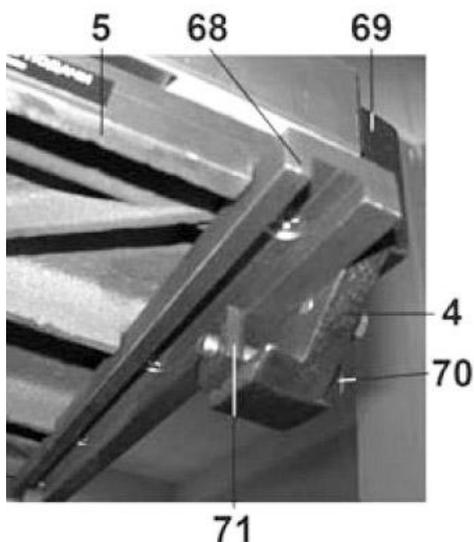
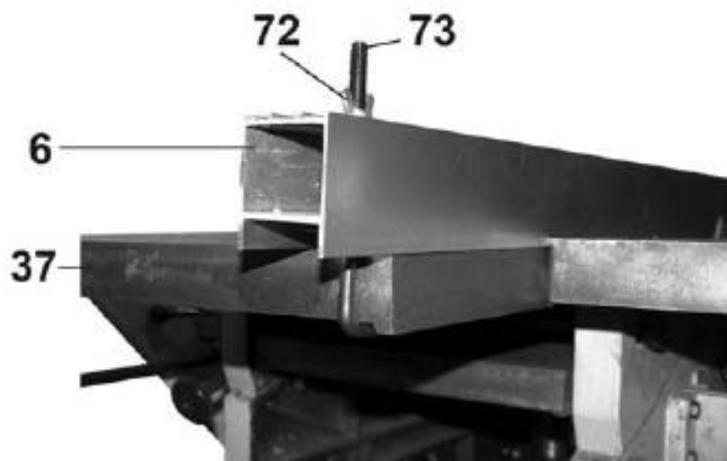

Рис. 14
Рис. 15
- В нижней части приёмного стола (5) (Рис. 2, 13) установите и закрепите полку (68) (Рис. 14).
- На строгальном приёмном столе (5) (Рис. 2, 13) установите в выбранном положении направляющую планку (6) (Рис. 13, 14) строго параллельно плоскости пильного диска (7) (Рис. 2, 10). Положение направляющей планки (6) (Рис. 13, 14) закрепите установочным болтом (70) (Рис. 14) прижатием квадратной гайкой (71) (Рис. 14) к ребру полки (68) (Рис. 14). Со стороны стола подачи (37) (Рис. 13) направляющую планку (6) (Рис. 13, 15) закрепите барашковой гайкой (72) фиксатора (73) (Рис. 15).
- Защитные планки (10) (Рис. 2) установите в специальные гнёзда, расположенные между столом подачи (37) (Рис. 15) и приёмным столом (5) (Рис. 13, 14) с левой и с правой стороны.